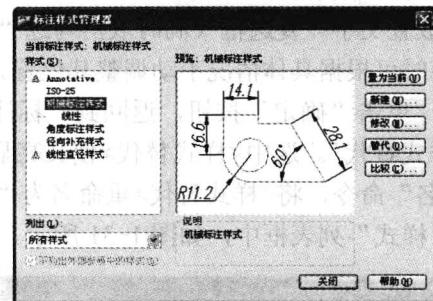

图 1-33 创建线性直径标注样式
3. 单击“确定”按钮，在“标注样式管理器”对话框中将<样式替代>重命名为“线性直径样式”，该样式和原有的标注样式并列显示在“样式”列表框中，如图 1-33 所示。